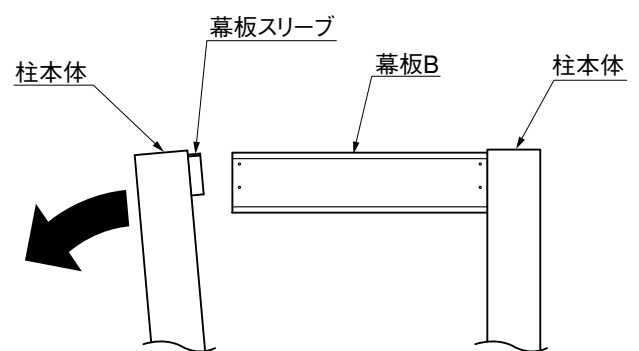

図2-6
- 片側の幕板スリーブを先にはめ込み、もう片側の柱を広げるようにして幕板スリーブをはめ込んでください。(図2-6参照)